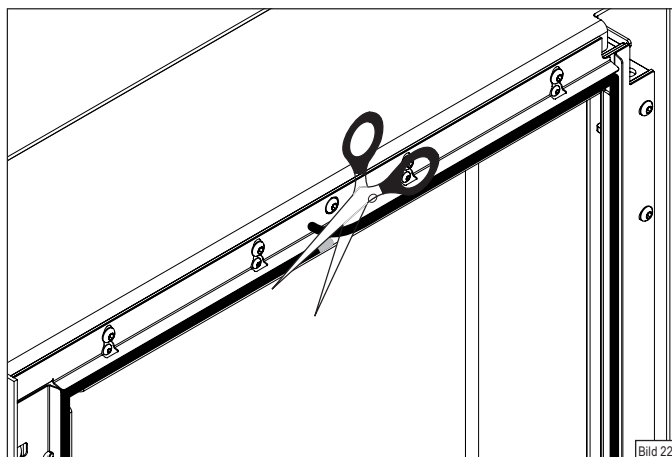

Bild 22
- ▶ **Beginnen Sie mit dem Verlegen der Dichtung in der Mitte der Führung, im oberen Bereich der Feuerraumtür. Drücken Sie die Dichtung gleichmäßig in die Führung (Bild 21). Lassen Sie das Ende etwas länger überstehen und schneiden Sie die Dichtung bündig ab (Bild 22).**